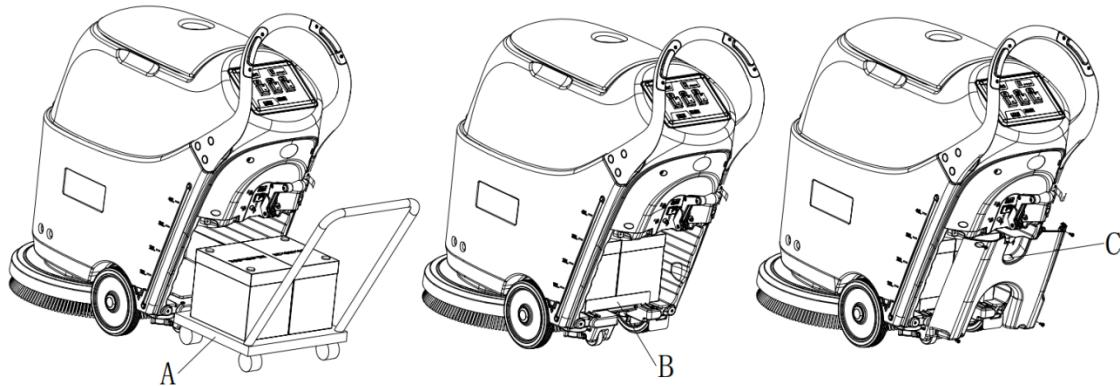

Abbildung 7
- Verwenden Sie Spezialwerkzeug (A, Abbildung 7) für die Batterieinstallation.